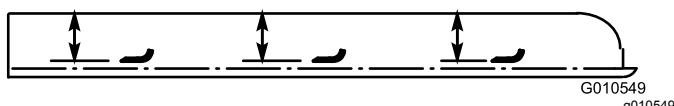

Figura 28
2. Rode a lâmina até que a extremidade fique virada para a frente e para trás e meça entre o interior da unidade de corte e a parte cortante na zona dianteira da lâmina (Figura 28).